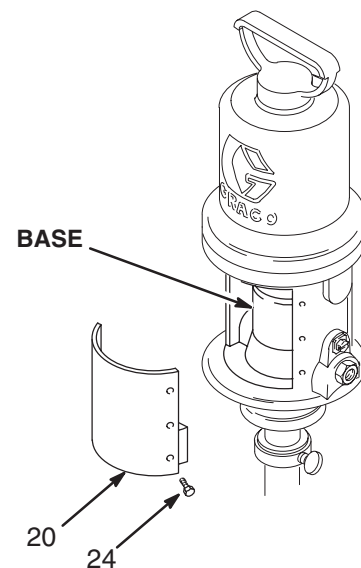

Fig. 4
2. À l'aide d'une clé à écrou de 6,35 mm (1/4"), dévisser les six vis (24) de l'une des plaques du silencieux (20 ou 40) et démonter la plaque. Voir Fig. 4.
5. Remplacer le capot du silencieux et les six vis. Voir la Fig. 4.